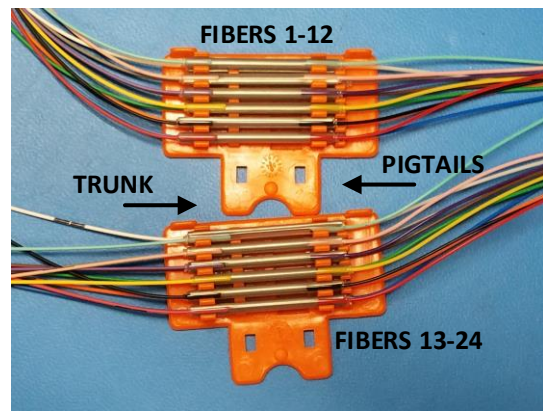

Figura 8
- 4.2 De acuerdo a lo determinado por el conteo de fibras, cargue las fibras dentro de los sujetadores de empalmes tal como se muestra en la **Figura 8**.